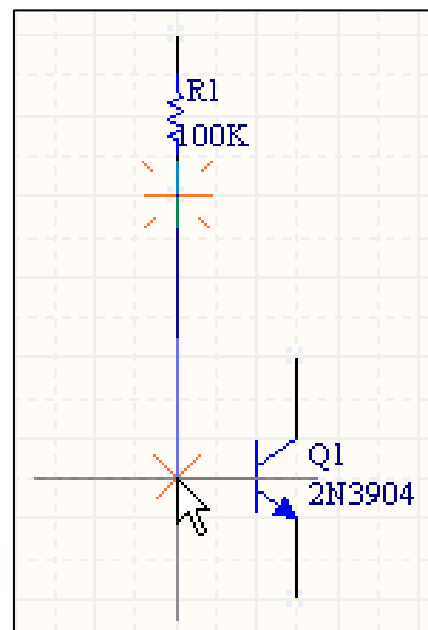

图2-13 连线时的红色标记
- ❖ 5. 将光标移到R1的下边Q1的基极的水平位置上，设计者会看见光标变为一个红色连接标记如图2-13所示，左击或按ENTER在该点固定导线。在第一个和第二个固定点之间的导线就放好了。